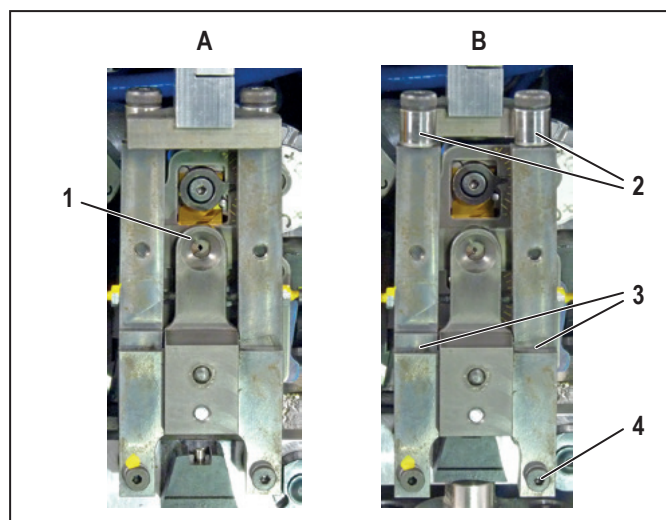

Figura 7.4 Unità di fissaggio trefoli in posizione di funzionamento (A) e tirata in avanti (B)
- Tirare l'unità di fissaggio trefoli in avanti (figura 7.4 , B).
- Accertarsi che i rulli (2) riescano a muoversi liberamente. Se necessario, lubrificare i punti di rotazione dei rulli.
- Oliare i punti di rotazione (3) dell'unità di fissaggio trefoli.
- Assicurarsi che l'unità di fissaggio trefoli si trovi in posizione frontale (figura 7.4, B).
- Estrarre la vite destra inferiore dell'unità di fissaggio trefoli (figura 7.4, 4).